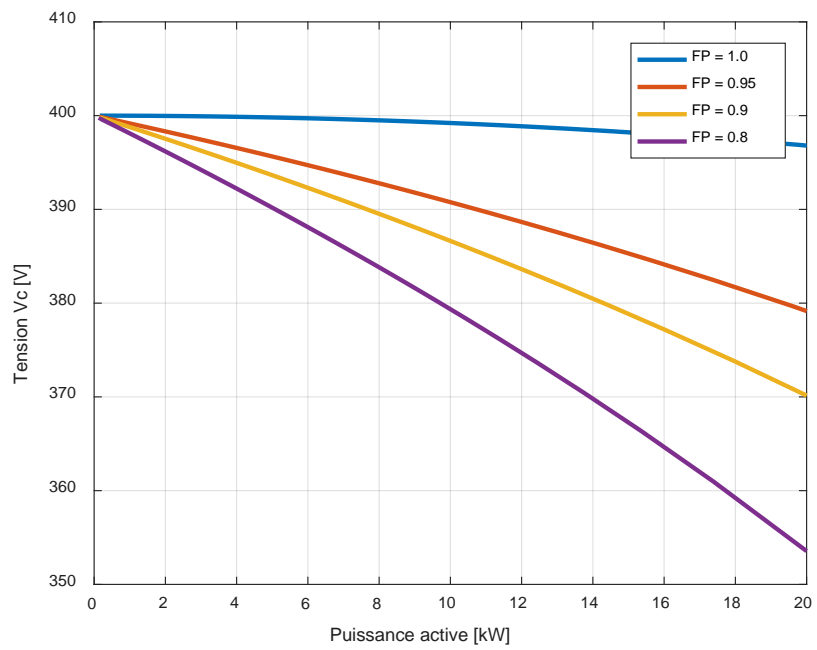

Figure 2 : Agrandissement des courbes tension V_c -puissance P pour différentes valeurs de $\cos \varphi$
Q1. 3 La Figure 2 représente un agrandissement des courbes tension V_c -puissance P pour différentes valeurs de facteur de puissance $\cos \varphi$. On considère une charge \underline{Z} , telle que $P = 14 \text{ kW}$ et $\cos \varphi = 0.8$. Déterminer la valeur de V_c . La valeur de V_c est-elle acceptable ? Calculer Q , la puissance réactive de la charge.
- Utiliser la Figure 2 pour estimer le facteur de puissance de la charge compensée.